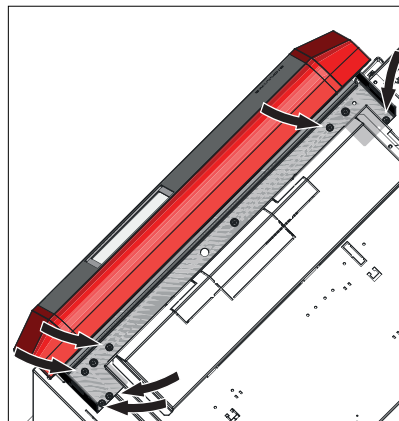

Fig. 74 Bedienfeld oben innen mit 6 Blechschrauben anschrauben
► Bedienfeld oben innen mit 6 Blechschrauben anschrauben – Fig. 74.